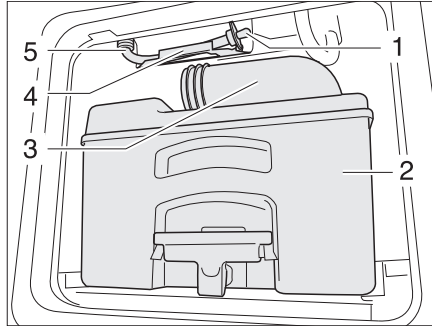

Fig. 392 Tubo de desagüe del depósito de agua del inodoro
- Vaciar el cassette (Fig. 392,2) en una estación de evacuación autorizada para ello y limpiarlo.
- Dejar el tubo de vaciado (Fig. 392,3) abierto.
- Sacar el tubo de desagüe (Fig. 392,5) de la sujeción (Fig. 392,4).
- Sacar el tapón de desagüe (Fig. 392,1) y dejar que salga el agua residual.